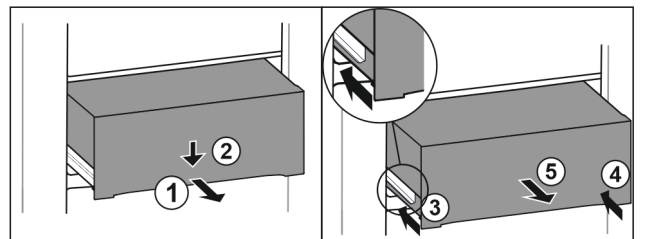

Fig. 136
- ▶ Schubfach halb herausziehen. Fig. 136 (1)
- ▶ Schubfach an der Vorderseite nach unten drücken. Fig. 136 (2)
- ▶ Linke Schiene etwa 2 cm einschieben. Fig. 136 (3)
- ▶ Rechte Schiene etwa 2 cm einschieben. Fig. 136 (4)
- ▶ Schubfach nach vorne entnehmen. Fig. 136 (5)